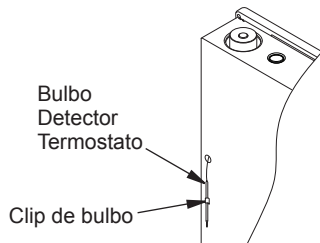

Figura 5 - Trasladarse del Bulbo Detector Termostato
2. Extraiga el sujetador del bulbo del paquete de partes metálicas e inserte en el orificio cuadrado. Luego inserte el bulbo detector en el sujetador del bulbo (consulte la Figura 5).